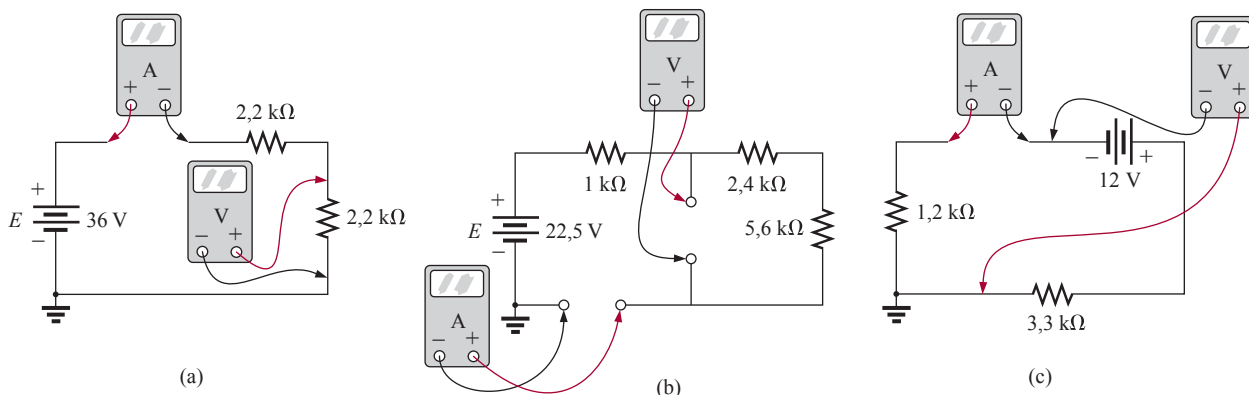

Figura 5.96 Problema 12.
12. Para cada configuração na Figura 5.96, quais são as leituras do amperímetro e do voltmímetro?